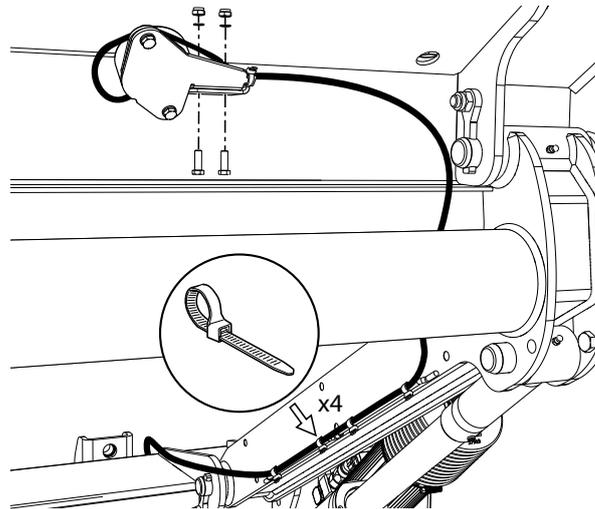

Abbildung 56. Einbau des Winkelsensors
1. Den Winkelsensor mit den dazugehörigen Schrauben, Muttern und Einschüben an der Plattform anbringen und das Kabel mit Kabelband befestigen, siehe Abbildung 56.